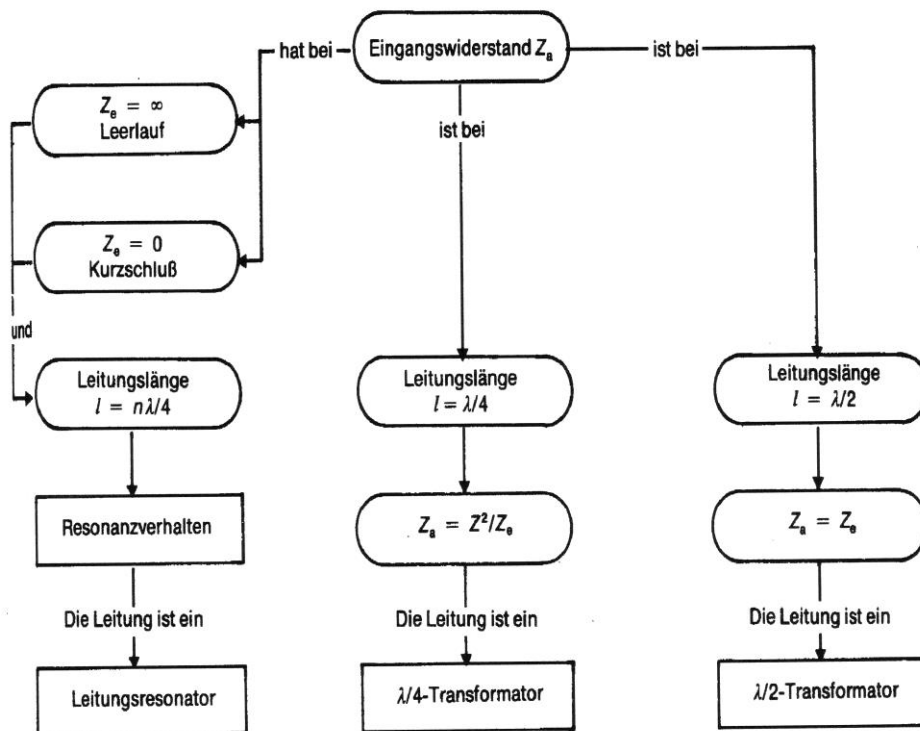

Abbildung 1 Übersicht der Transformationsmöglichkeiten von Leitungen
- i) Verdeutlichen Sie sich an Hand nachfolgender Übersicht in Abb. 1 noch einmal welche Transformationsbeziehungen zwischen Last- (Z_e) und Eingangswiderstand (Z_a) durch Leitungen realisiert werden können.